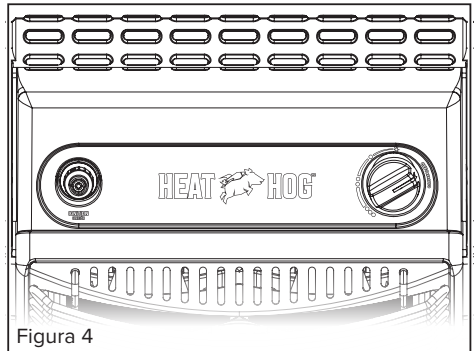

Figura 4
- Gire la perilla de control hacia la izquierda a la posición "PILOT" (Piloto), presione la perilla y manténgala presionada; vea la Figura 4.
- Antes de conectar el propano, asegúrese de que la perilla de control en el calentador esté en la posición “OFF” (apagado); vea la Figura 4.